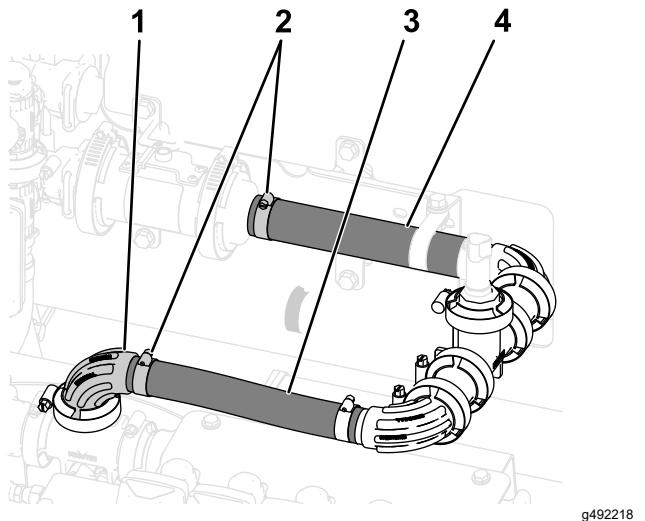

Figure 51
3. Serrez le collier qui fixe le flexible (1" x 7 $\frac{1}{4}$ ") sur le raccord à bride cannelé (1") que vous avez monté lors de Montage du transducteur de pression sur la machine \(page 23\) ; voir Figure 51.